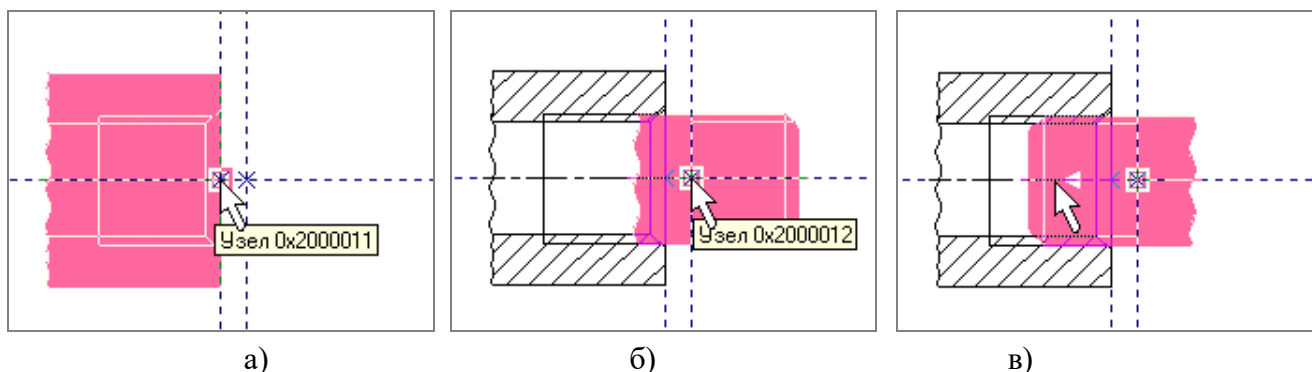

Рисунок 25 – Порядок нанесения фрагментов сборки
2.2.7 Нанесите фрагмент «Втулка». Порядок построения: вызвать команду «» («Чертеж|Фрагмент»). Вызвать опцию «». Найти файл «Втулка» и открыть его. Задать привязку фрагмента по одной точке и углу наклона (рисунок 25а).
2.2.8 Нанесите фрагмент «Пробка». Порядок построения: вызвать опцию «», найти файл «Пробка» и открыть его. Задать привязку фрагмента по одной точке (рисунок 25б) и углу наклона (рисунок 25в).